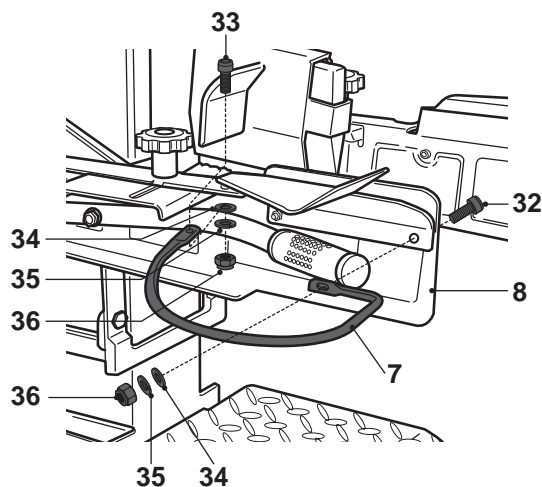

Fig. 5b
- > Fixez la barre sur la plaque avec un boulon [33], une rondelle [34], une rondelle élastique [35] et un écrou [36] (Fig. 5b).
- > Fixez la barre sur la plaque et le protège-main avec un boulon [32], une rondelle [34], une rondelle élastique [35] et un écrou [36] (Fig. 5b).